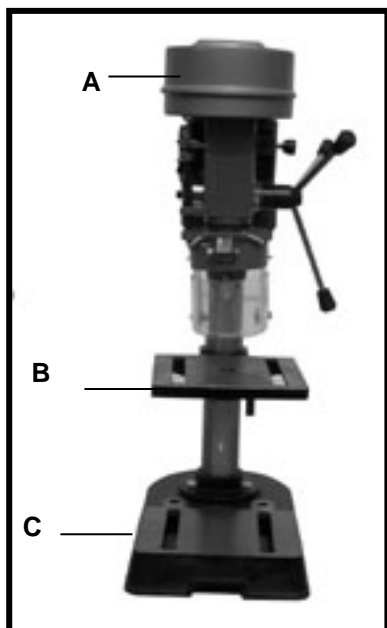

Fig. 4A
4. För på bormaskinshuvudet (F) på pelaren (A) så långt det går. Rikta upp huvudet (A) (fig. 4A) mot bordet (B) och basen (C). Dra åt de tre låsskruvarna (G) med den medföljande skruvnyckeln.